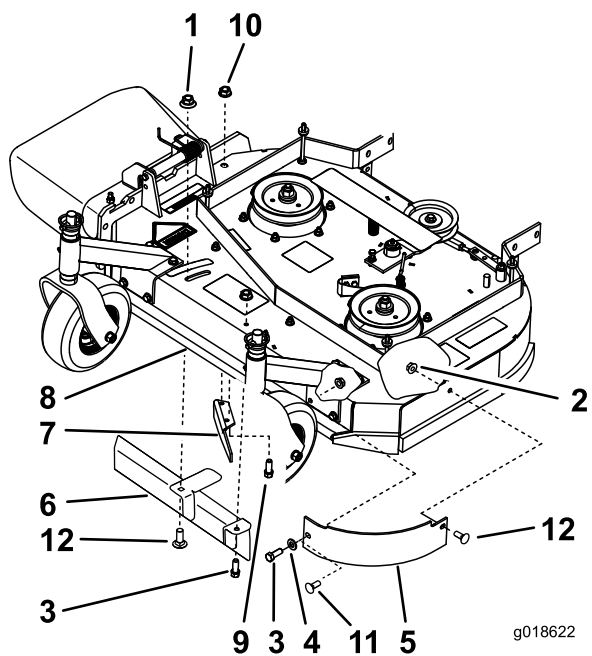
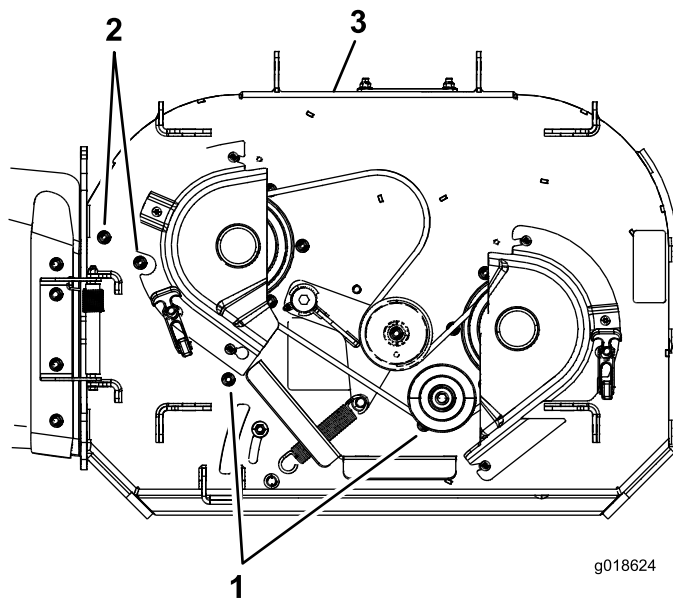

Figura 3
Figura 4
1. Togliete il copricinghia del tosaerba dal piatto di taglio (Figura 3).
2. Togliete i bulloni, le rondelle e i dadi flangiati che tengono in posizione il deflettore anteriore sinistro (Figura 3).
4. Togliete i bulloni e i dadi flangiati che tengono in posizione il deflettore di scarico (Figura 3 o Figura 4). Montate i dadi e i bulloni per coprire i fori dopo aver tolto il deflettore.
5. Togliete il grosso dado flangiato o il blocco delle camme e la rondella svitandoli dal deflettore di flusso regolabile (Figura 3).
- Togliete il bullone che tiene in posizione il deflettore di flusso regolabile (Figura 3).